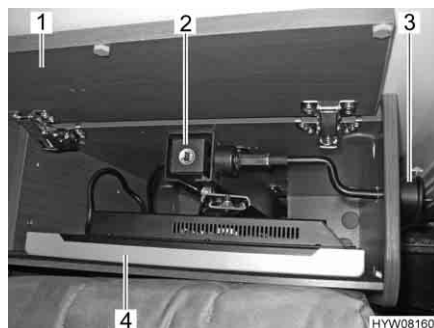

Fig. 62 Schermo piatto nel vano porta televisore
- Aprire la copertura (Fig. 62,1).
- Per scaricare le molle, spingere il meccanismo di sollevamento (Fig. 62,2) leggermente verso il basso.
- Tirare il bottone di sbloccaggio (Fig. 62,3). Lo schermo piatto (Fig. 62,4) si solleva automaticamente.